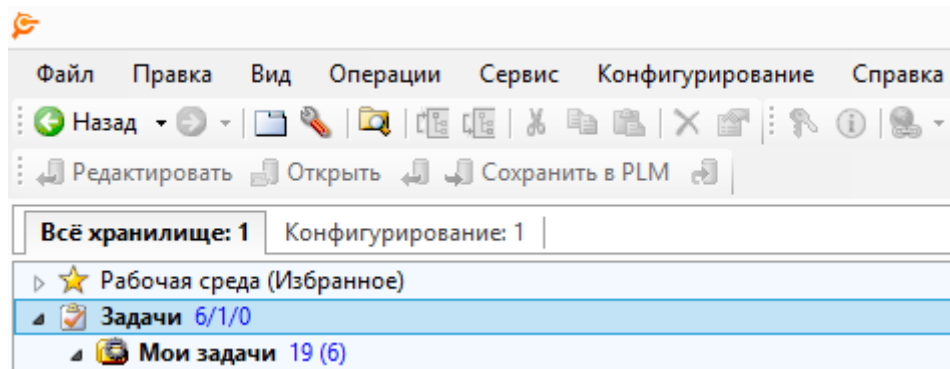

Рисунок 123 — Окно задач пользователя
- все задачи каждого пользователя приходят в папку «Мои задачи». Она находится в папке верхнего уровня «Задачи», в дереве системы (Рисунок 123);